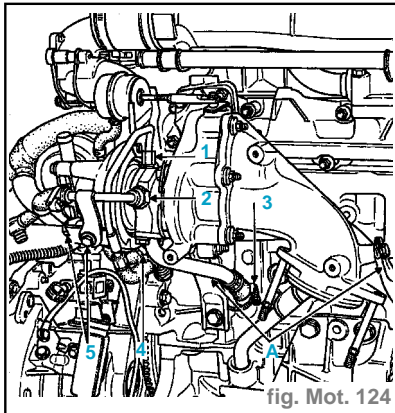

fig. Mot. 124
• les raccords supérieurs d'huile (1) et de circulation d'eau (2) (fig. Mot. 124),
• les deux béquilles (A),
• les raccords inférieurs d'huile (3) et de circulation d'eau sur le tube d'eau en (4),
• les vis de fixation (5) de maintien des raccords.